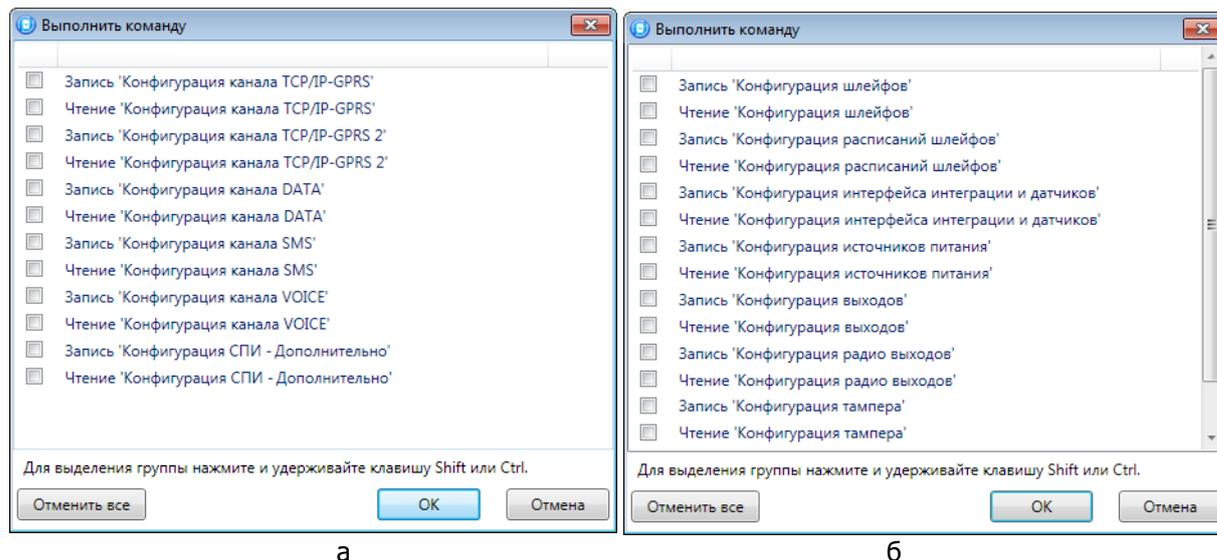

Рисунок 4.46 — *Выполнить команду* (а — конфигурация SPI, б — конфигурация ППК)
**Выполнить команду:** открытие окна *Выполнить команду* (см. рисунок 4.46), с помощью которого можно записать или считать отдельные группы параметров (актуально при медленной скорости передачи данных или тарификации по объему передачи данных).